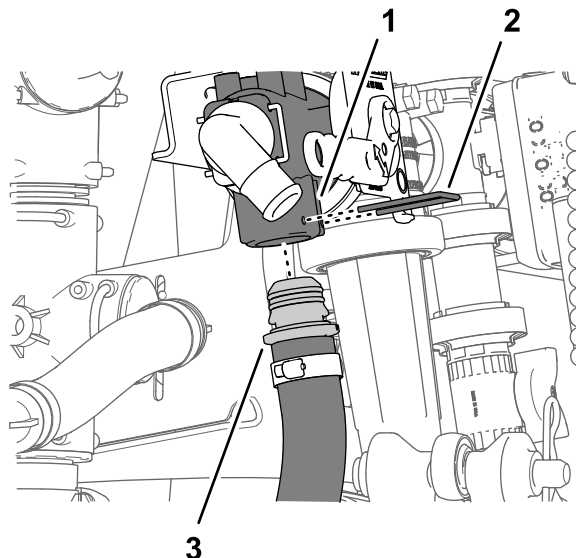

Figura 226
3. Alinee el otro acoplamiento de 90° del conjunto de manguera de presión (Pieza Toro N° 131-9648) con el orificio abierto del acoplamiento en T en la bomba del fumigador e inserte el acoplamiento de 90° hasta que quede asentado en el acoplamiento en T (Figura 226).
4. Alinee el acoplamiento dentado recto del conjunto de manguera de presión (Pieza Toro N° 131-9648) con el orificio inferior de la válvula de cierre de líquido e inserte el acoplamiento recto hasta que quede asentado en la válvula (Figura 226).